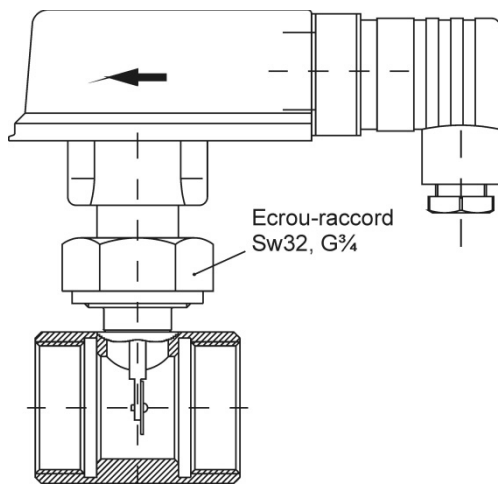

Fig. 5
- ↪ Les commutateurs de débit, équipés en option d'une pièce tubulaire en cuivre (→ Fig. 5), doivent être brasés au tube. Avant d'effectuer les travaux de brasage, il faut désolidariser de la pièce tubulaire le commutateur de débit (corps avec système de tige à bascule) et l'anneau torique.